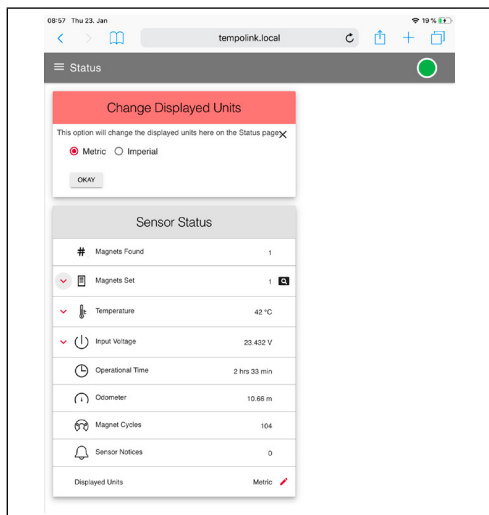

Abb. 22: Umstellung der angezeigten Einheiten
- **Displayed Units:** Sie können die Einheiten der angezeigten Werte zwischen imperialen und metrischen Einheiten umstellen. Klicken Sie dazu auf den schwarzen Stift in dieser Zeile. Das Fenster „Change Display Units“ öffnet sich. Wählen Sie die gewünschte Einheit aus und bestätigen Sie dies durch Klicken der Schaltfläche OK (Abb. 22).